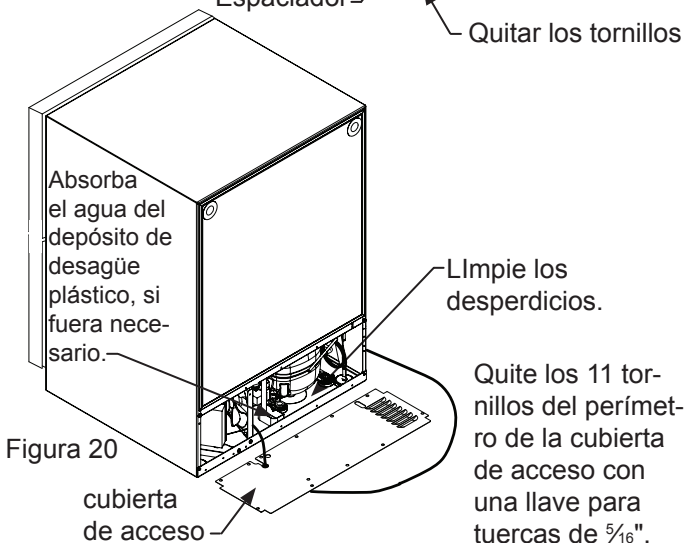

Figura 20
10. Quite la cubierta de acceso posterior (vea la Figura 20) y limpie la suciedad y desperdicios del compartimiento de la máquina mediante un cepillo y una aspiradora.